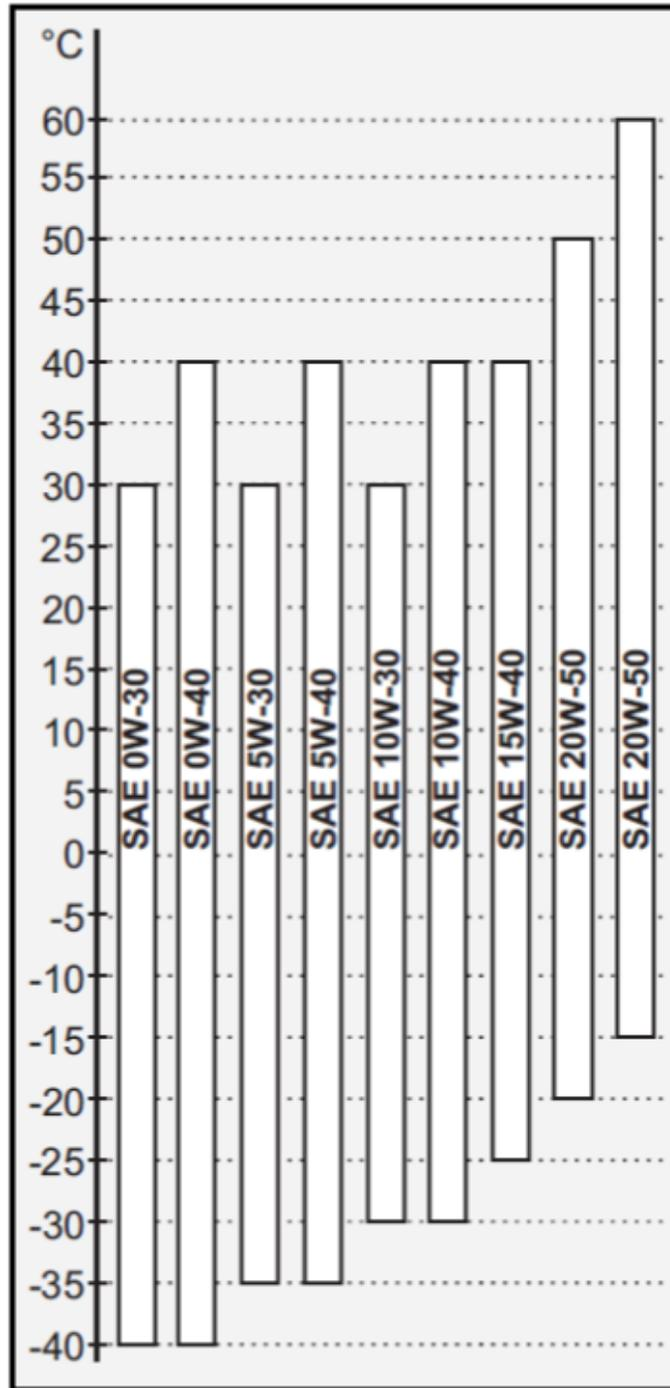

Figure 99 — Viscosité en fonction de la température ambiante
* À titre indicatif. Assurez-vous que la viscosité sélectionnée correspond à la température ambiante (voir Figure 99).